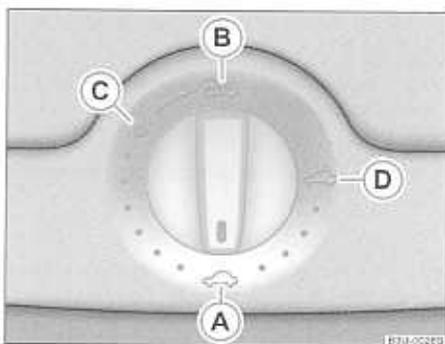

Fig. 28 Conmutador giratorio para el techo corredizo/elevable eléctrico
El techo corredizo/elevable se maneja con el conmutador giratorio → fig. 28 y funciona sólo con el encendido conectado. El conmutador giratorio tiene varias posiciones de enclavamiento.
- Girar el interruptor a la posición **C** = fig. 28.
- Girar el conmutador a la posición (A) → página 52, fig. 28.
El techo corredizo/elevable está equipado con una protección contra sobrecarga. El techo corredizo/elevable se para y vuelve a abrirse si no se puede cerrar a causa de un obstáculo (p. ej., hielo). El techo corredizo/elevable se podrá cerrar del todo sin protección contra sobrecarga si se pulsa delante el conmutador a la posición (A) → página 52, fig. 28 hasta que el techo corredizo/elevable esté completamente cerrado → ⚠
Si se cerró el techo corredizo/elevable en caso de emergencia, presionar en la posición (A) → página 52, fig. 28, estando conectado el encendido, el conmutador giratorio delante en el borde de la maneta durante más de unos 3 segundos. El techo corredizo/elevable estará entonces correctamente cerrado ■